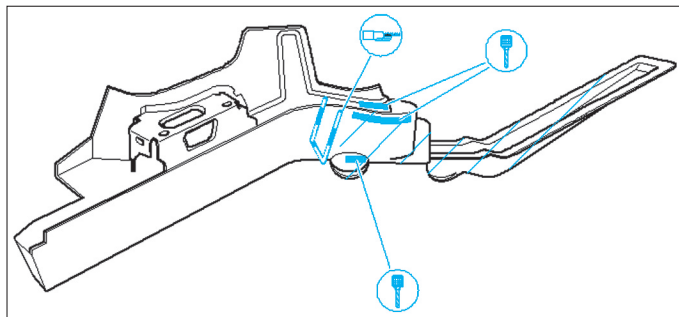

FIG. 27
- Sur la pièce neuve, percer les orifices nécessaires, avec un foret de 7 mm de diamètre pour les soudures par bouchonnage. (Fig.27).